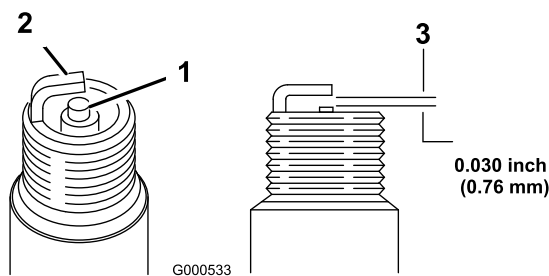

Figure 30
2. Débranchez la bougie (Figure 30).
5. Réglez l'écartement des électrodes à 0,76 mm (Figure 30).